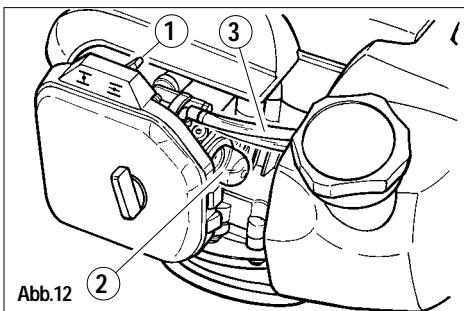

Abb.12
- 3) Stellen Sie den Choke oberhalb der Luftfilterabdeckung (Abb. 12 Teil 1) in die Position .
- 4) Die Benzinpumpe (Abb. 12 Teil 2) wiederholt
tief drücken, bis der Kraftstoff über den zweiten transparenten Schlauch in den Behälter zurückkehrt (Abb. 12 Teil 3).
8) Stellen Sie den Lufthebel zurück ||| (Abb. 12 Teil 1).